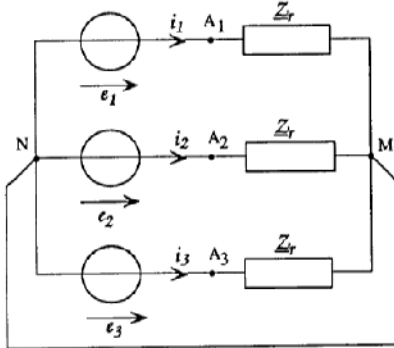

Fig. E.4
5.4 - Reprendre les questions 5.2 et 5.3 dans le cas où les points M et N seraient reliés par un conducteur de résistance nulle (figure E.4).